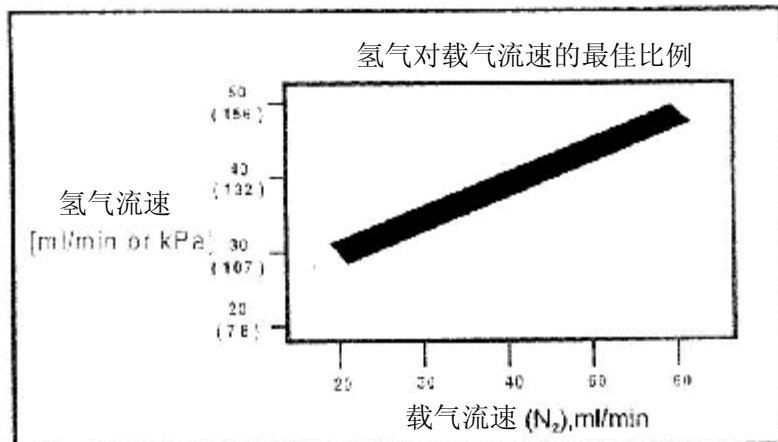

图4-9 氢气对载气流速的最佳比例图
- 3) FID灵敏度取决于H₂对载气流速之比(或对毛细管柱载气+尾吹气),有一操作的最佳比例。一般情况,感兴趣的样品组分浓度高时,增加空气流速可能是必要的;如果感兴趣的组分浓度低时,可以减少空气流速。图4-9表示氢气对载气流速的最佳比例。